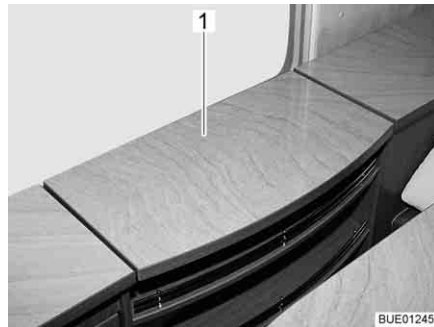
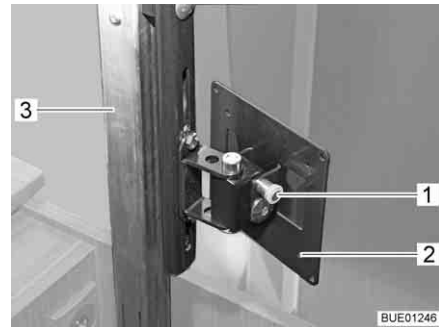

Fig. 50 Compartiment télévision
Fig. 51 Mécanisme de réglage de hauteur
- Presser légèrement sur le milieu du couvercle (Fig. 50,1) du compartiment télévision. La colonne d'extraction (Fig. 51,3) se déverrouille et monte.
- Tirer sur le bouton de déverrouillage (Fig. 51,1) et faire pivoter le support (Fig. 51,2) avec l'écran plat dans la position souhaitée.
- Faire retourner l'écran plat dans sa position initiale jusqu'à ce que le support (Fig. 51,2) s'enclenche dans le verrouillage.
- Presser le couvercle (Fig. 50,1) en son milieu contre la résistance de la colonne d'extraction (Fig. 51,3) jusqu'à ce que le verrouillage s'enclenche.